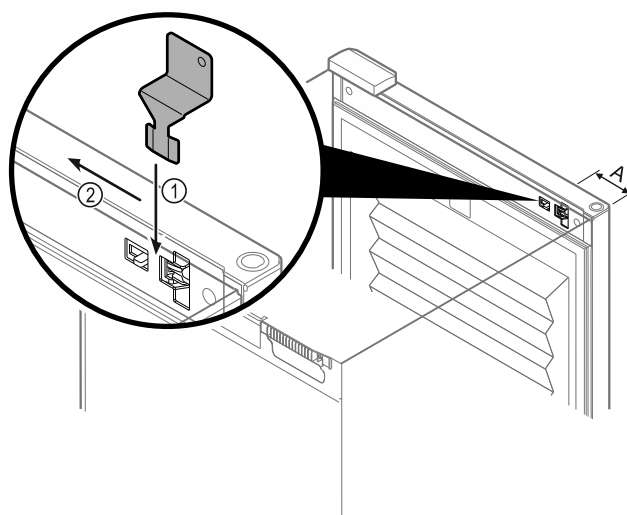

Fig. 136
- Placer la clé de déverrouillage d'urgence à l'emplacement indiqué Fig. 136 (A) ≈ 100 mm.
- Du haut, insérer la clé de déverrouillage d'urgence Fig. 136 (1) entre la porte et le corps de l'appareil jusqu'en butée.
- Tirer la clé de déverrouillage d'urgence vers la charnière. Fig. 136 (2)